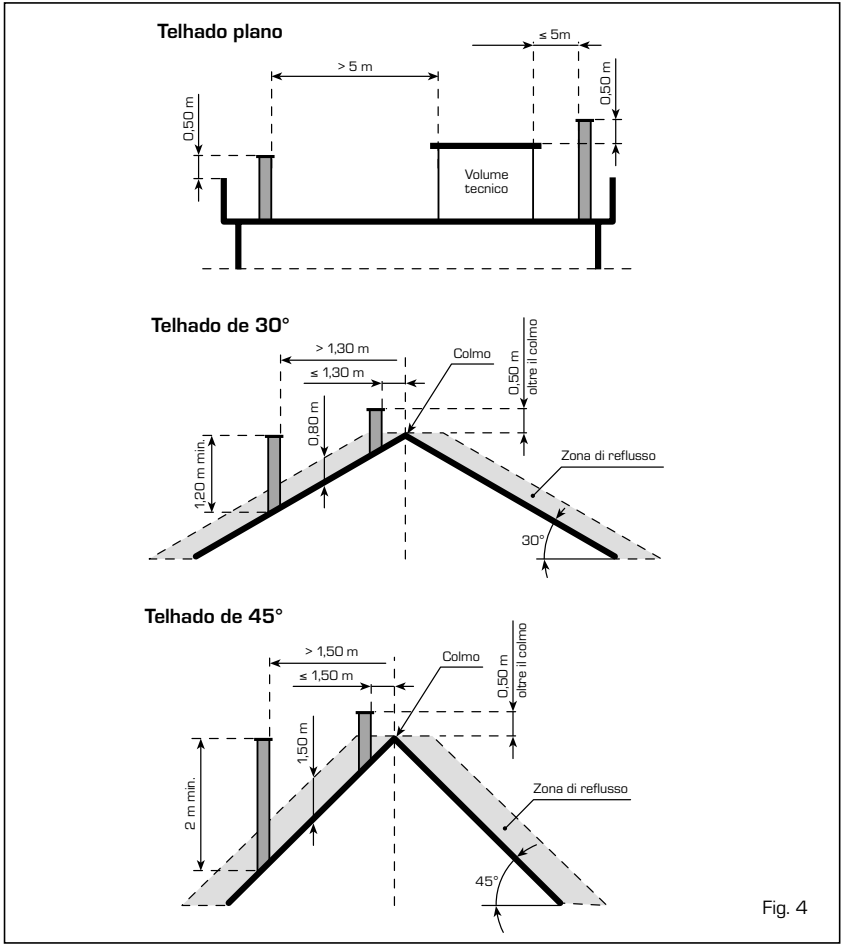

Fig. 4
- stion. Il est donc nécessaire de respecter les hauteurs minimums qui sont mentionnées dans la figure 4;